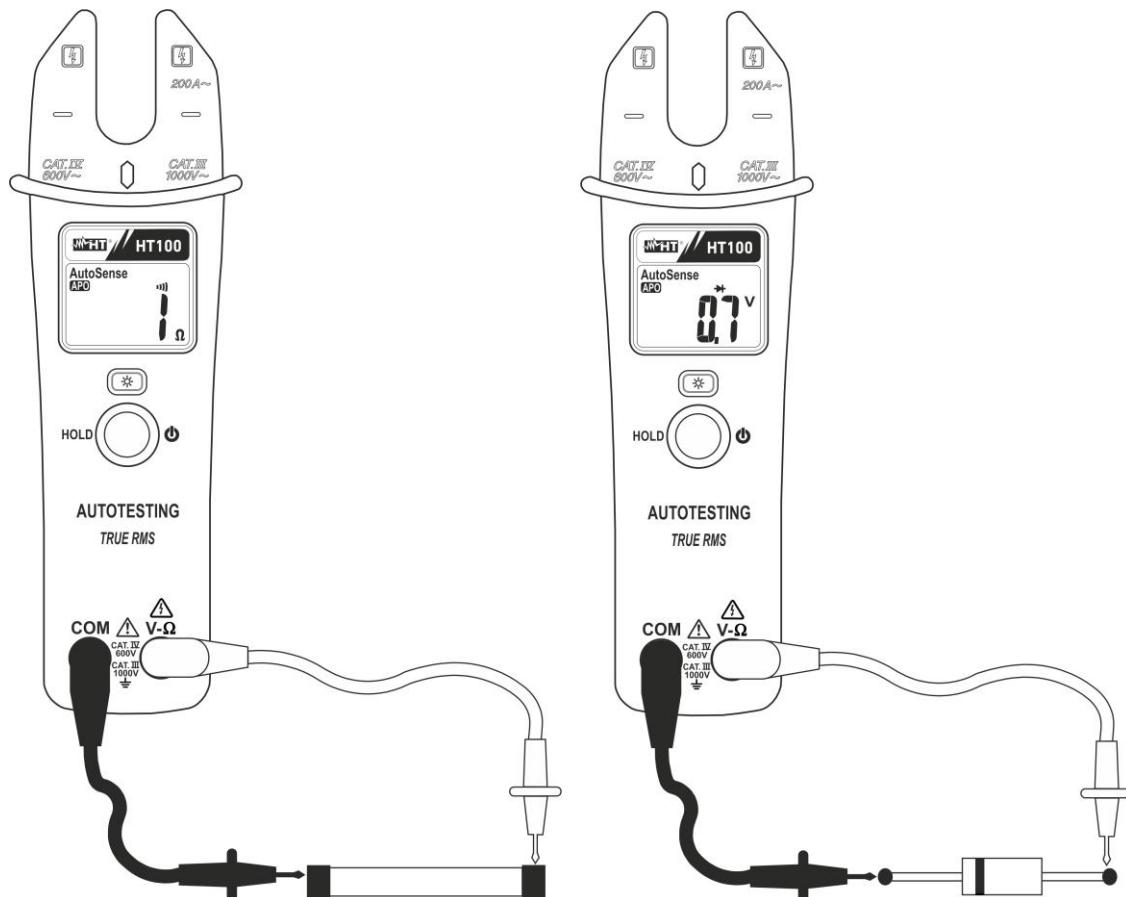

Fig. 6: Uso della pinza per test continuità e prova diodi
1. Inserire il cavo rosso nel terminale di ingresso **V-Ω** e il cavo nero nel terminale di ingresso **COM** ed eseguire il test di continuità sull'oggetto in prova (vedere Fig. 6 – parte sinistra). Il simbolo “” è mostrato a display e il cicalino emette un segnale acustico quando il valore della resistenza misurata è inferiore a circa 25Ω
3. Collegare il puntale rosso all'anodo del diodo e il puntale nero al catodo in caso di misura di polarizzazione diretta (vedere Fig. 6 – parte destra). Il simbolo “” appare a display e la corrispondente tensione di soglia della giunzione P-N è mostrata a display. Invertire la posizione dei puntali in caso di misura di polarizzazione inversa